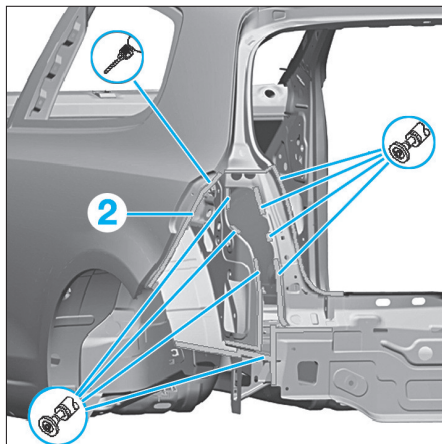

FIG. 145
- Préparer les zones d'accostage, éliminer entièrement les restes de colle et poncer à nu les surfaces de collage et les morceaux de tôle restants (Fig.145).
- Percer dans le panneau latéral (2) des trous de Ø 7 mm pour le soudage par bouchonnage.